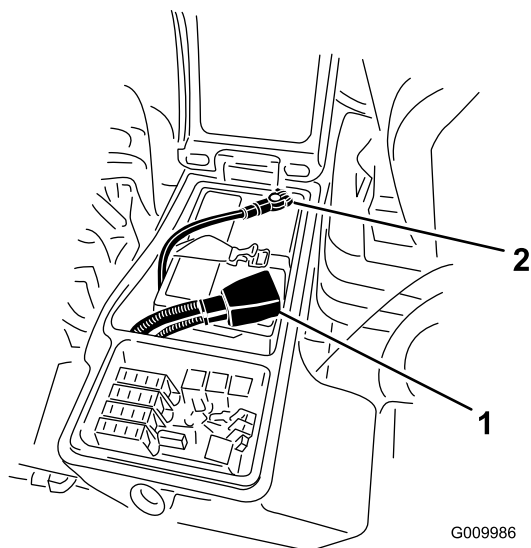

図 93
6. 赤いケーブルをバッテリーの端子に、黒いケーブルはバッテリーの端子に固定する 図 93